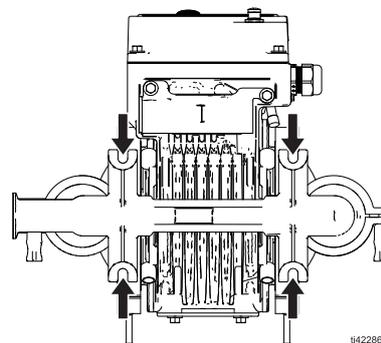

図 5: 取り付け穴
脚部の穴に通した留め具を使ってポンプを取り付け面に取り付けます。図 5 を参照してください。
3. すべての取り付けに関して、ポンプがベース上の取付穴を介してファスナーで固定されていることを確認してください。図 5 を参照してください。**寸法** (49 ページ) を参照してください。
ポンプの損傷を回避するために、脚部のそれぞれの穴を通じて留め具を使用して、取り付け場所にポンプを取り付けてください。図 5 を参照してください。